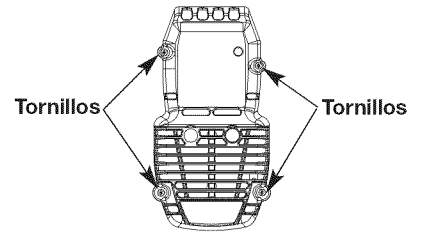

Fig. 13
1. Saque los cuatro (4) tornillos que sostienen la cubierta del silenciador / filtro de aire (Fig. 13). Use un destornillador de vástago plano o de broca Torx T-20.
6. Cambie el filtro de aire dentro de la tapa del filtro de aire / silenciador (Fig. 13).
2. Inserte los cuatro (4) tornillos en los orificios de la cubierta del silenciador / filtro de aire (Fig. 13) y ajústelos. **No ajuste demasiado.**